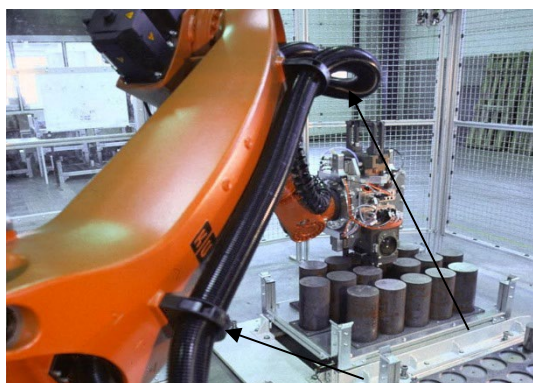

Figure 3
- Pour des applications spécifiques nécessitant un rayon de courbure proche de la limite et/ou pour des mouvements trop dynamiques du robot industriel, les tuyaux chauffants doivent être protégés par des ressorts de protection des tuyaux ou similaires (voir figures 3 et 4).